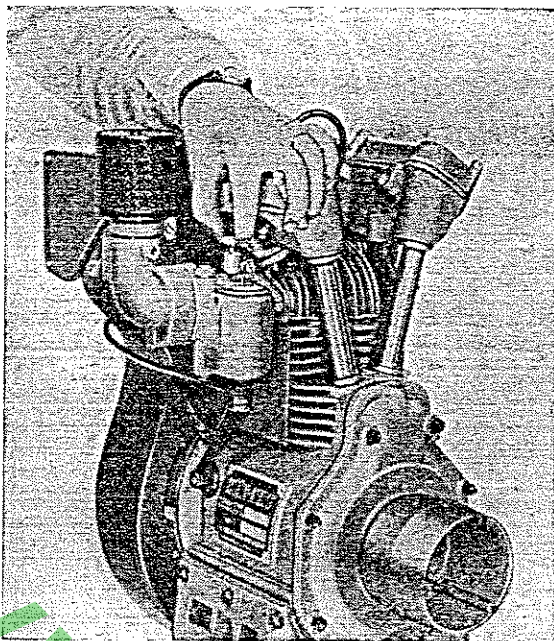

Fig. 5 — Manœuvre de la manette de ralenti
A DROITE (fig. 5).
Une manette calée sur l'axe de papillon permet de mettre le moteur au ralenti (Fig. 5).
- 1^{re} Méthode :** Placer la manette de ralenti à la position ralenti, verrou enclenché (fig. 5).